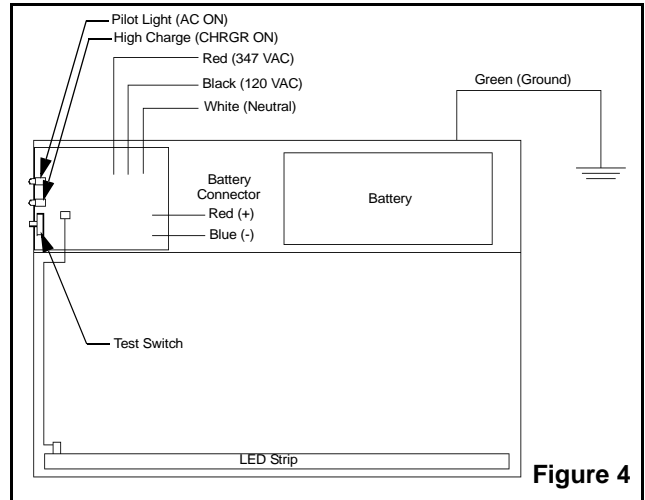

Figure 4
5. Make the proper connections: the unit accepts an input voltages of 120 and 347 VAC. **For 120VAC operations:** connect the black wire to AC line voltage (120VAC) and the white wire to neutral. **For 347VAC operations:** connect the red wire to AC line voltage (347VAC) and the white wire to neutral (see fig.4). Feed the wire into the junction box. Some models come with wire extensions to ease the connection in wall mount position. Refer to figure 4 color code to connect the extension wires.
5. Effectuer les connexions nécessaires: l'unité accepte une tension de 120 et 347Vca. **Pour opération à 120Vca :** raccorder le fil noir au service de l'édifice (120V) et le blanc au neutre. **Pour opération à 347Vca :** raccorder le fil rouge au service de l'édifice (347V) et le blanc au neutre (voir fig. 4). Pousser les fils dans la boîte de jonction. Pousser les fils dans la boîte de jonction. Certains modèles sont fournis avec des rallonges de fils pour faciliter le raccordement en montage mural. Utiliser le code de couleur de la figure 4 pour leur connexion. Connecter les fils verts de mise à terre au fil de mise à terre de l'édifice ou à la connexion de mise à terre de la boîte de jonction.